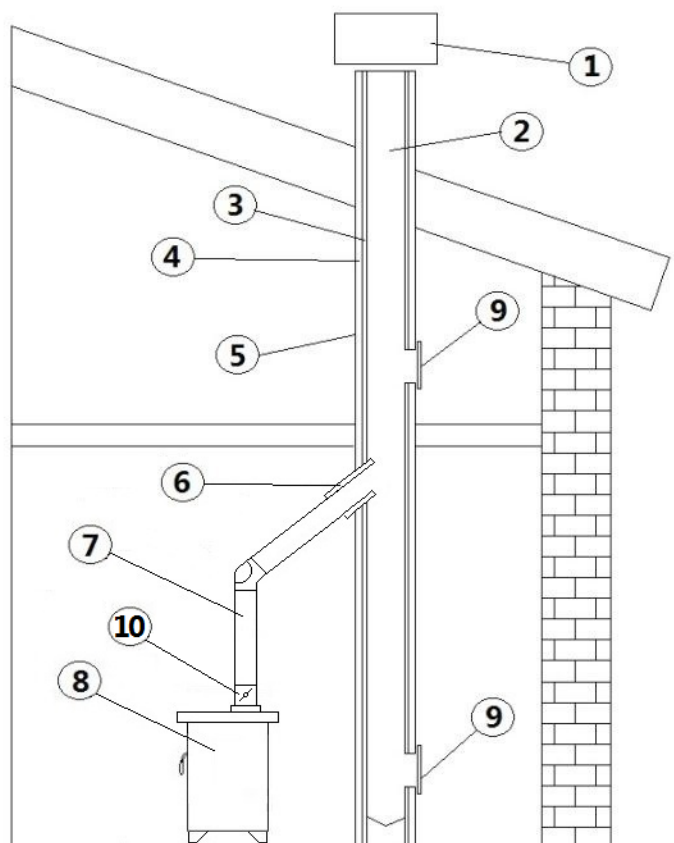

Fig. 4 - Composant de cheminée
- Il est conseillé de choisir une cheminée de type anti vent, voir **Fig. 4 à page 27**.
- Conduit de fumées extérieur réalisé exclusivement avec des tuyaux en inox isolés, c'est-à-dire avec une double paroi d'un diamètre minimum de $\varnothing 150$ mm: l'ensemble doit bien être fixé au mur. Avec cheminée anti-vent (voir Fig. 4 à page 27).